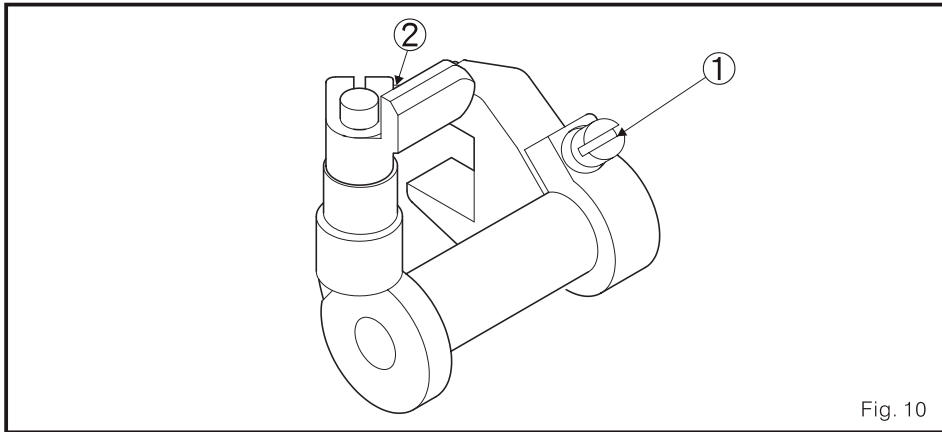

Fig. 10
(3) solta os parafusos 1 e 2 ajustar as posições corretamente como se faz menções dele previamente. (Fig. 10)